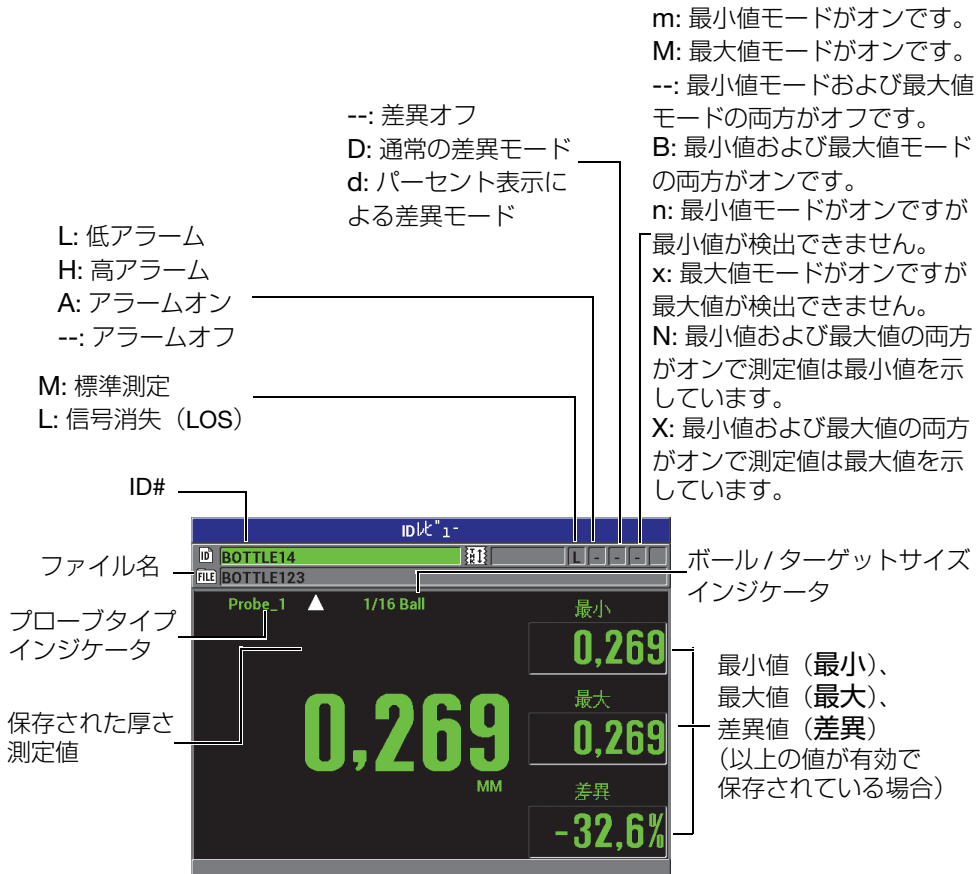

図 7-15 ID レビュー画面について
127 ページ図 7-15 に、ID レビュー画面の例を示し、その内容について説明します。フラグは、送信コマンドを使用して厚さ計から送信されるステイタスワードと同じく 1 文字で表されています
2. 測定画面で、[ID#] を押し、ID レビュー画面を開きます（127 ページ図 7-15 参照）：